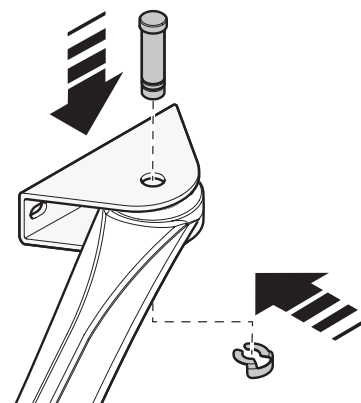

Fig. 10
01. Fixar o braço do motorreductor ao suporte como mostrado na **fig. 10** utilizando o pino e anel seeger em dotação;